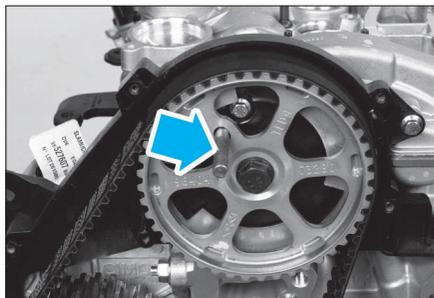
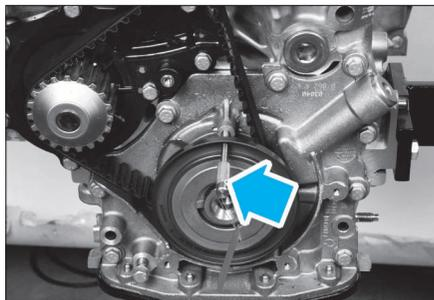

FIG. 9
FIG. 10
- Piger la roue dentée d'arbre à cames à l'aide d'un outil approprié ou de l'outil Ford 303-735 Ø 8 mm (Fig.9).
- Piger la roue dentée de vilebrequin à l'aide d'un outil approprié ou de l'outil Ford 303-732 Ø 5 mm (Fig.10).
- Déposer les pignes (Fig.9) et (Fig.10).
- Reposer les pignes (Fig.9) et (Fig.10).
• Déposer les pignes (Fig.9) et (Fig.10).